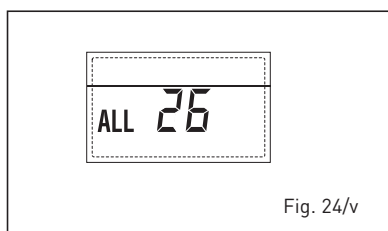

Fig. 24/v
- ANOMALIA COERENZA APPLICAZIONE SOLARE "ALL 27" (fig. 24/w)